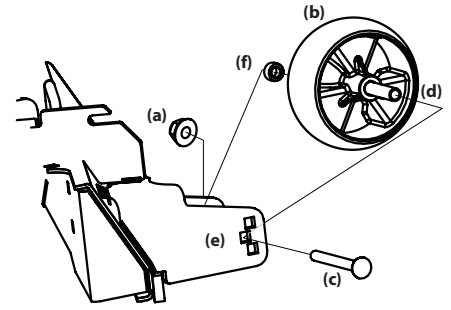

Figura 15
- Retire la tuerca de seguridad (a) que fija una de las ruedas de calibración delanteras (b) a la plataforma. Retire la rueda de calibración (b), el tornillo hexagonal (c), el espaciador (d) y el espaciador (f). Consulte la Figura 15.